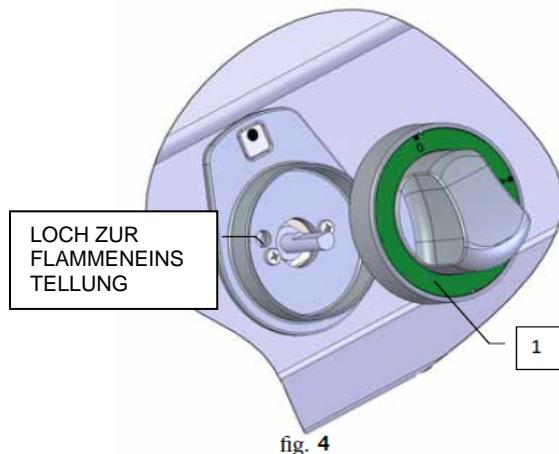

fig. 4
- Entfernen Sie den Bedienknopf (Hinweis 1, Abb. 4), indem Sie ihn zu sich ziehen.